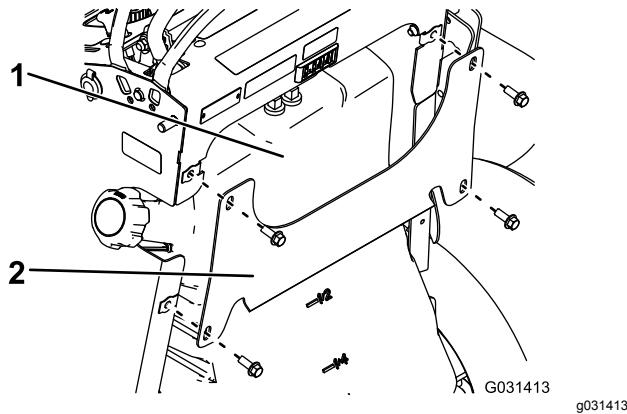

**Figure 45**
3. Nettoyez la surface autour du bouchon du réservoir de carburant pour éviter que des débris ne tombent à l'intérieur du réservoir (Figure 45).
6. À l'aide du siphon, vidangez le carburant dans un bidon propre (Figure 45).